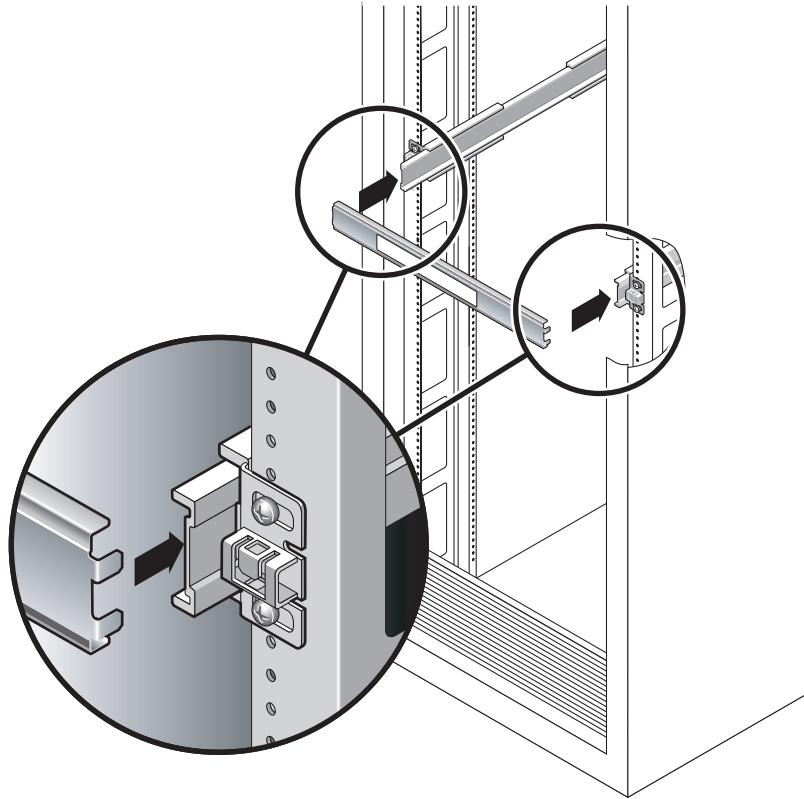

FIGURA 2-6 Uso del separador para ajustar la distancia entre las dos guías
- a. Desde la parte frontal del bastidor, introduzca el extremo izquierdo del separador en las ranuras situadas en el extremo de la guía izquierda (FIGURA 2-6).